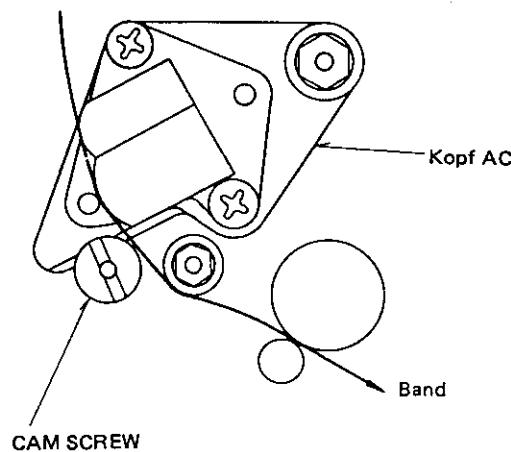

Abb. 2-27
5. Die Phaseinstellmutter (CAM SCREW) entsprechend Abb. 2-27 drehen und den FM-Ausgangspegel maximal einstellen.